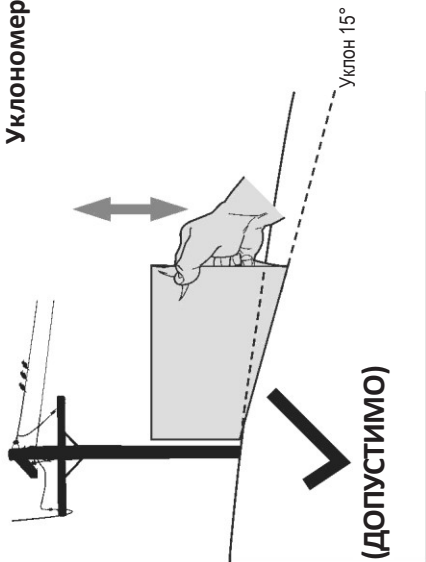
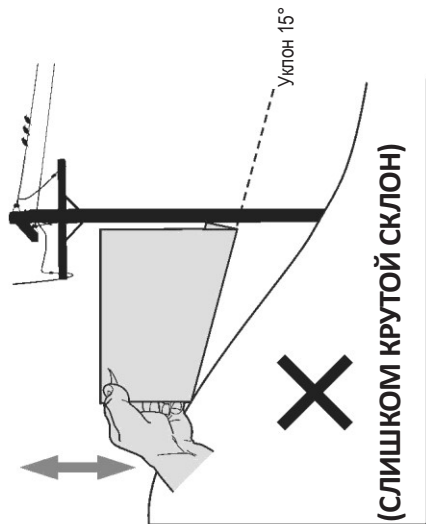

Рис. 1
Рис. 2
3. Совместите одну из боковых сторон шаблона с линией объекта (см. рис. 1 и рис. 2).
4. Двигая шаблон вверх и вниз, совместите левый угол шаблона с линией уклона (см. рис. 1 и рис. 2).
5. Если между нижней частью шаблона и линией земной поверхности есть просвет, значит, угол слишком круг для безопасной работы (рис. 2 сверху).